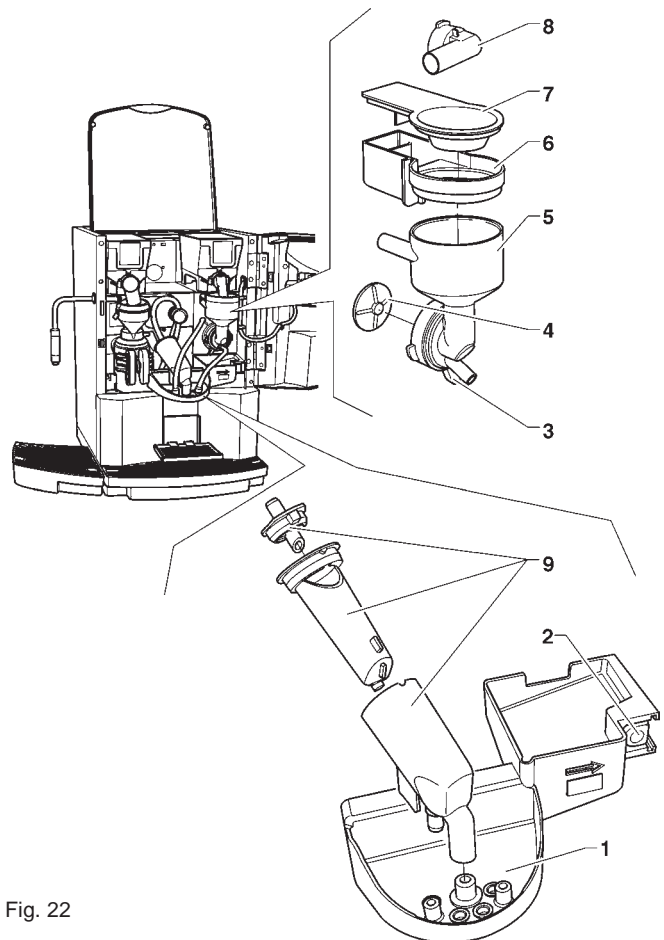

Fig. 22
- Enlever des mixers les convoyeurs, les entonnoirs des poudres et les entonnoirs de l'eau, les tiroirs des poudres et les rotors des mixers (voir fig. 22) ;